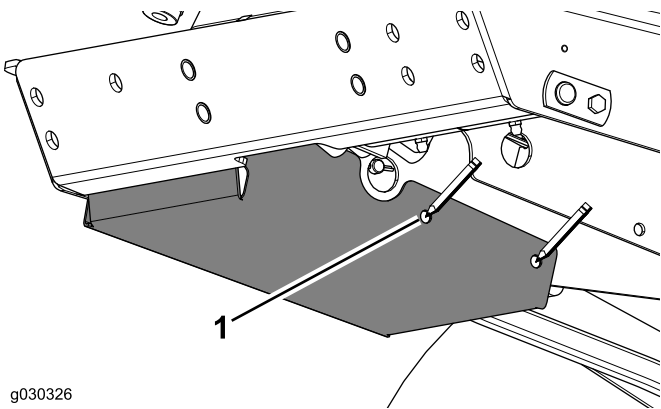

Figura 8
4. Sustente o outro lado da cobertura do pedal e transfira o ponto central das 2 localizações de orifício restantes para a máquina (Figura 8).